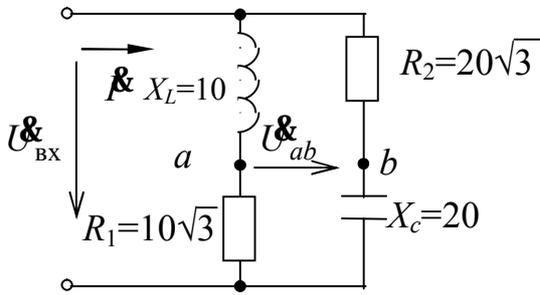

Рис. 5.4
**Задача 5.3.** Определить потребляемый цепью (рис.5.4) ток  $\underline{I}$  и напряжение  $\underline{U}_{ab}$ , если известны параметры элементов цепи в Ом и входное напряжение  $U_{\text{вх}}=12$  В. Построить векторную диаграмму токов и напряжений. Данные для решения приведены в таблице 5.3